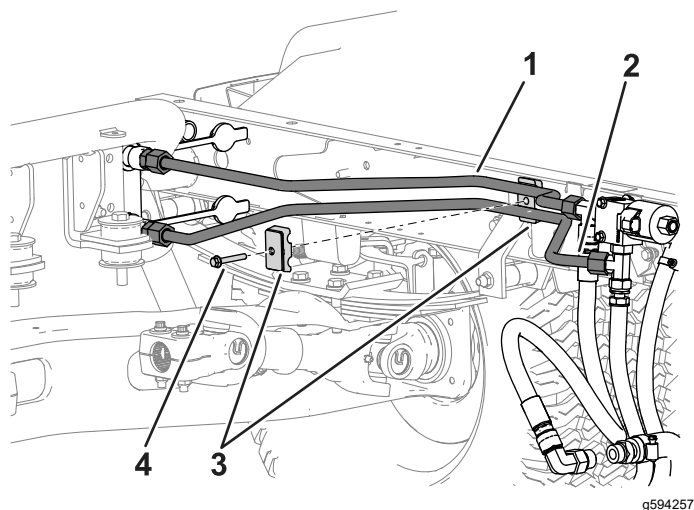

Рисунок 14
2. Установите, не затягивая, жесткую гидравлическую линию с 4 изгибами на верхнюю быстроразъемную муфту и тройник в нижней части клапана (Рисунок 14).
3. Закрепите жесткие гидравлические линии зажимами и болтом (5/16 x 1-1/2 дюйма), как показано на Рисунок 14.